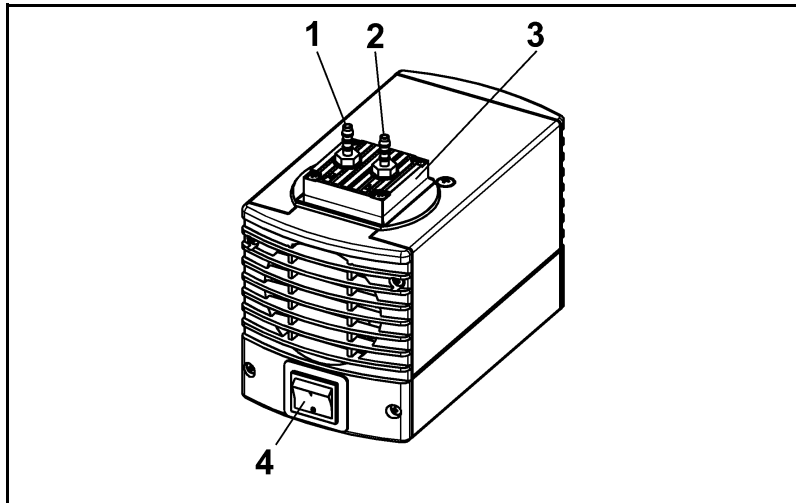

Fig. 2
- Arrancar la bomba con el interruptor de encendido (véase Fig. 2 y 3, según el tipo de bomba).
- Parar la bomba con el interruptor de encendido (véase Fig. 2 y 3, según el tipo de bomba).